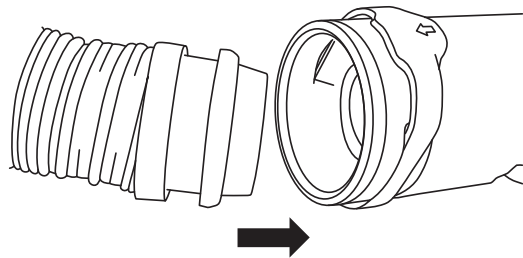

Fig. 1a
- Raccorder les tuyaux de respiration en poussant le raccord articulé à désenclenchement rapide situé à l'une des extrémités du tuyau de respiration (c.-à-d. l'extrémité dotée d'une pince noire) dans l'admission d'air du masque de soudeur (Fig. 1a). Le tuyau de respiration émettra un bruit de clic lorsqu'il sera fixé. Tirer et faire pivoter le tuyau de respiration pour s'assurer qu'il est fermement fixé au masque de soudeur. S'il n'est pas connecté adéquatement, le détacher et le connecter à nouveau.